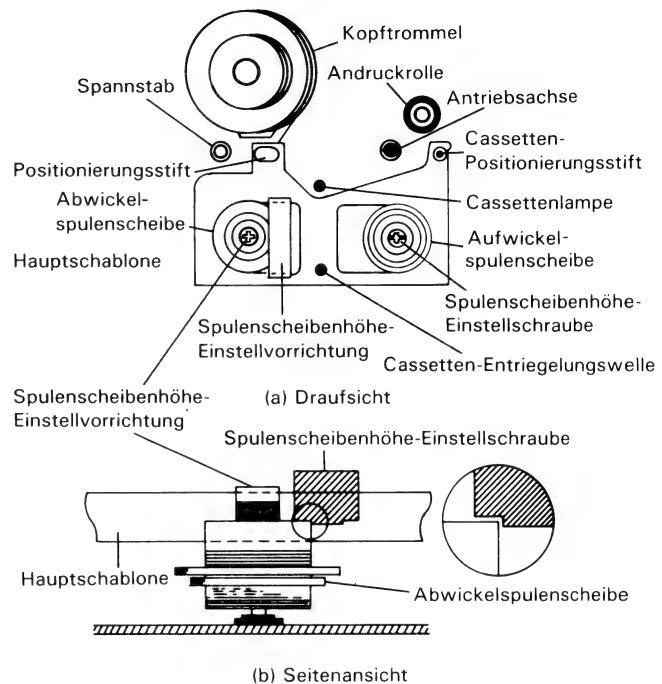

Abbildung 1-9.
1. Das Cassettengehäuse entfernen und die Hauptschablone gemäß Abb. 1-9(a) auf das Laufwerk setzen, wobei darauf zu achten ist, daß diese nicht gegen die Trommel schlägt.
2. Mit Hilfe der Spulenscheiben-Einstellvorrichtung sicherstellen, daß die Spulenscheibe niedriger als der Teil ④, jedoch höher als der Teil ⑤ in der Abb. 1-9(b) ist. Wenn die Höhe nicht korrekt ist, die Höheneinstellschraube verwenden.